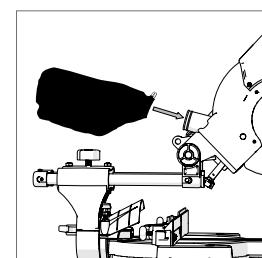

図40
- ・ クリップを広げた状態で排出口の溝にはめ込み、隙間ができるないように取付けます。(図40)